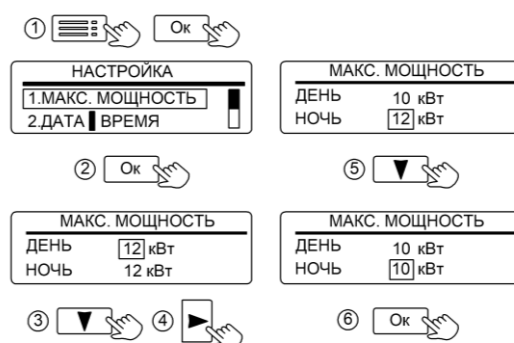
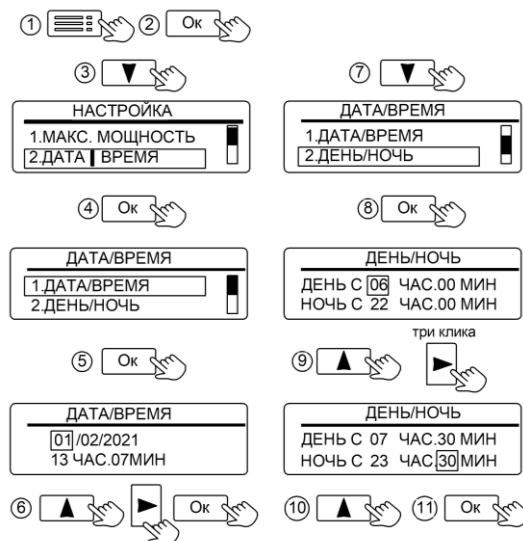

Рисунок 16. Настройка мощности прибора
Рисунок 17. Настройка даты и времени
11.1.1 «1.МАКС. МОЩНОСТЬ» - значение максимальной мощности прибора при его работе. При необходимости возможно ограничение мощности (см. рис. 16). При этом изменяется максимальное количество включаемых в работу ТЭН. Предусмотрено ограничение мощности для двух значений ДЕНЬ/НОЧЬ. Настройка интервалов времени для значений ДЕНЬ/НОЧЬ показана на рис. 17.
Установка текущей календарной даты и времени в последовательности «число, месяц, год, часы, минуты» (см. рис. 17).